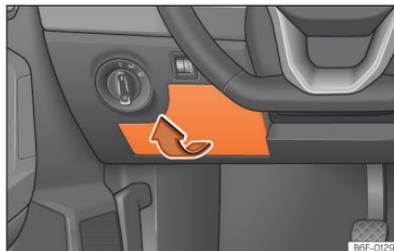

Fig. 169 No painel de instrumentos do lado do condutor: tampa da caixa de fusíveis.
- *Abrir:* retire a tampa da caixa de fusíveis no sentido da seta »» **Fig. 169.**